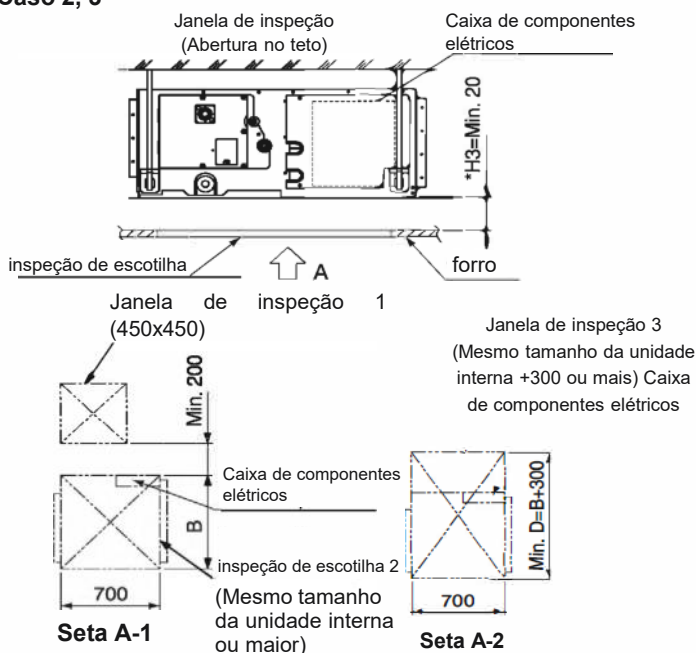

Fig.2-3
2. Janela de inspeção 1 (450 x 450 mm) no lado da caixa de controle e janela de inspeção 2 na parte inferior do produto. (Fig. 2-3, seta A-1)